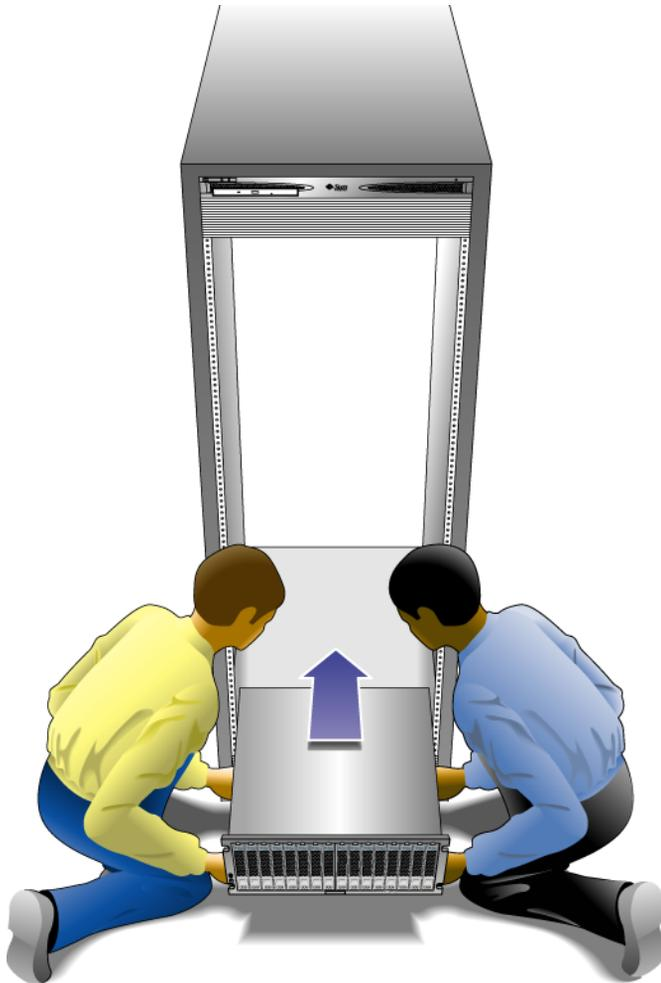

FIGURE 2-7 Positionnement de l'unité dans l'armoire
1. En vous faisant aider d'une autre personne, chacun d'un côté de l'unité, soulevez délicatement cette dernière et posez-en le bord inférieur sur les rails gauche et droit (FIGURE 2-7).